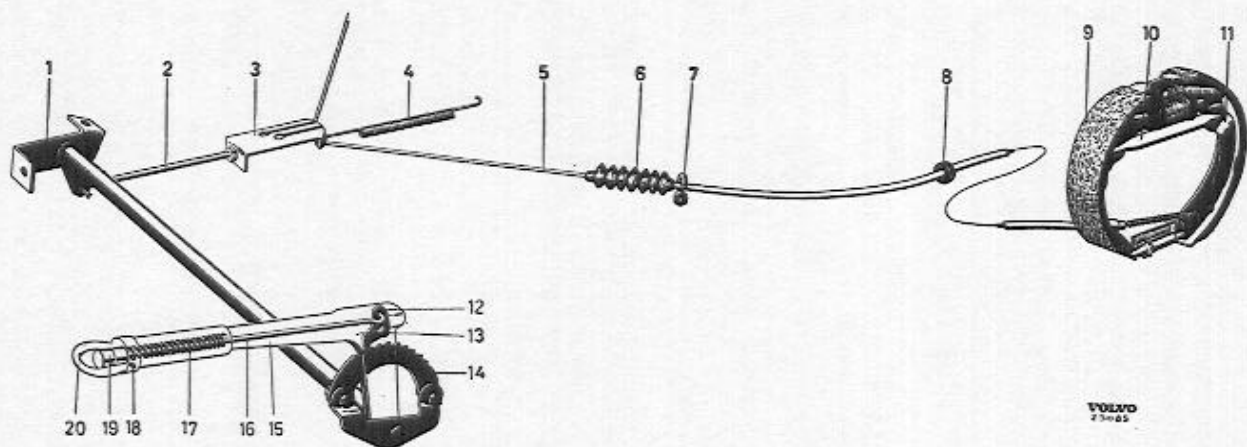

Abb. 13 Handbremseanlage
Die Handbremse ist am Boden neben dem Fahrersitz angebracht. Die Bewegung des Handbremshebels wird über eine Welle, Hebel und Zugstange zur Lasche (3, Abb. 13) übertragen. Von dort wird die Bewegung durch den Handbremsseilzug (5) zum Hinterradbremsehebel (11) übertragen. Das Oberteil dieses Hebels ist an der hinteren Bremsbacke befestigt. Wenn der Hebel nach vorn gezogen wird, werden die Bremsbacken durch die Lasche (10) nach außen gedrückt und die Handbremse ist angezogen.